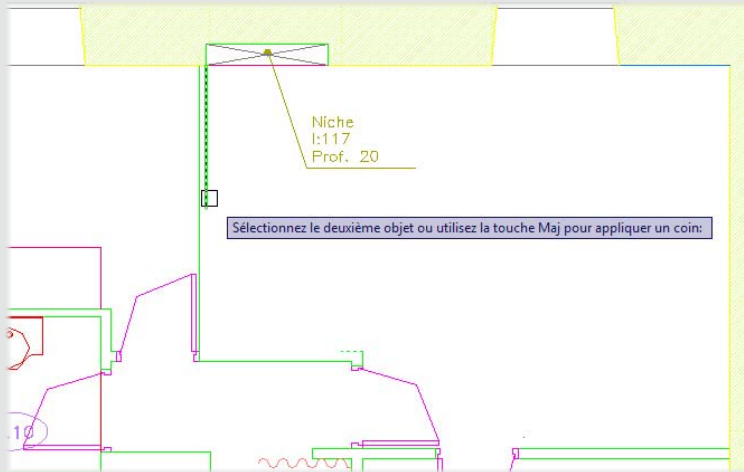

Figure 10
2. Sélectionnons ensuite les deux objets à raccorder, un par un (voir Figure 10).